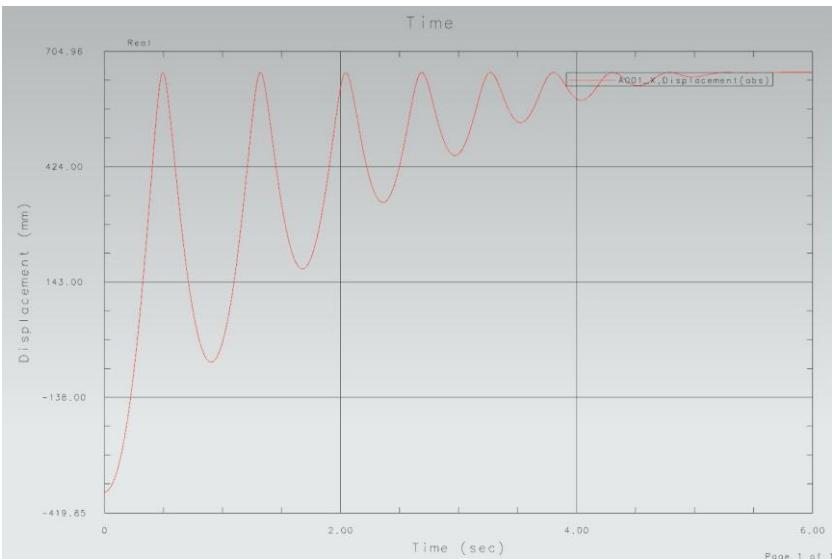

Рис.46
- А после ОК в диалоговом окне рис.43, на вашем экране система нарисует рассчитанный график (рис.46).
- Глядя на рис.46 нужно отметить: